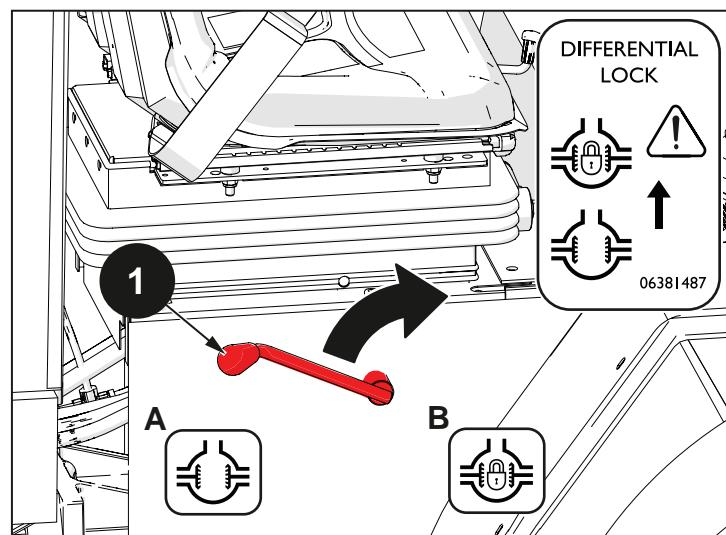

Fig. 5.25
Pour réactiver le blocage du différentiel, replacer le levier sur (B). Fig. 5.25.